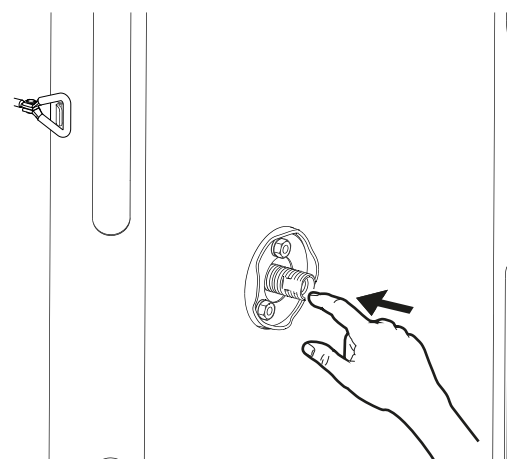

Fig. 25
3. Empuje la boquilla de soplado en el filtro (Fig. 25).